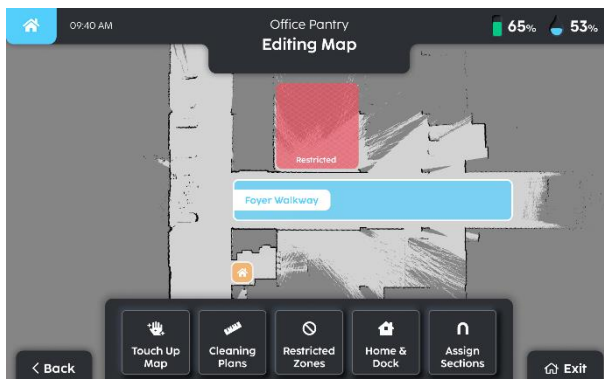

Fig.9
1. Definieer de "SCHOONMAAK ZONE" op de pagina "KAART BEWERKEN" (Fig. 9).